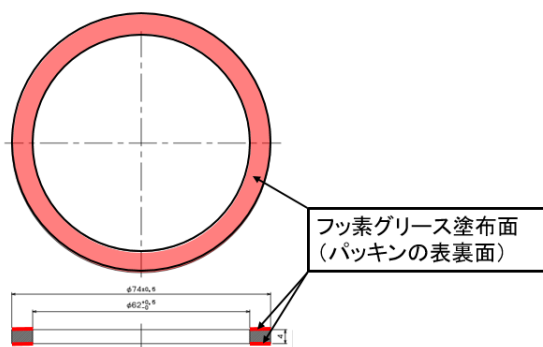

図 10. フッ素グリース塗布面
- ① 縦型発泡器の天蓋を取り外します。
- ② 封板押え固定ボルト、封板押えを取り外します。
- ③ 封板座の台座にグリースまたは錆等の汚れ、あるいは台座面の凹凸がある場合は、汚れおよび台座面の凹凸を取り除きます。
- ④ 気密面となるパッキンの表面、裏面に塗り残しのないようフッ素グリースを塗布します。(図 10 参照) フッ素グリースは NOK クリューバー(株) Klubertemp GR M 60 N を使用してください。各型式のフッ素グリースの使用量の目安は表 2 を参照してください。